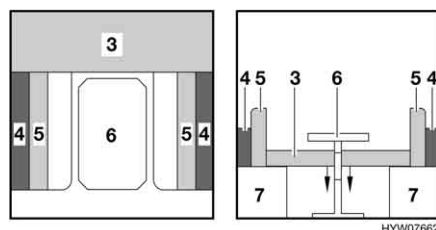

Fig. 58 Durante la trasformazione
- Inclinare il tavolo verso il basso fino all'altezza del cassone letto (Fig. 58,7). Chiudendolo si deve sentire un leggero clic.